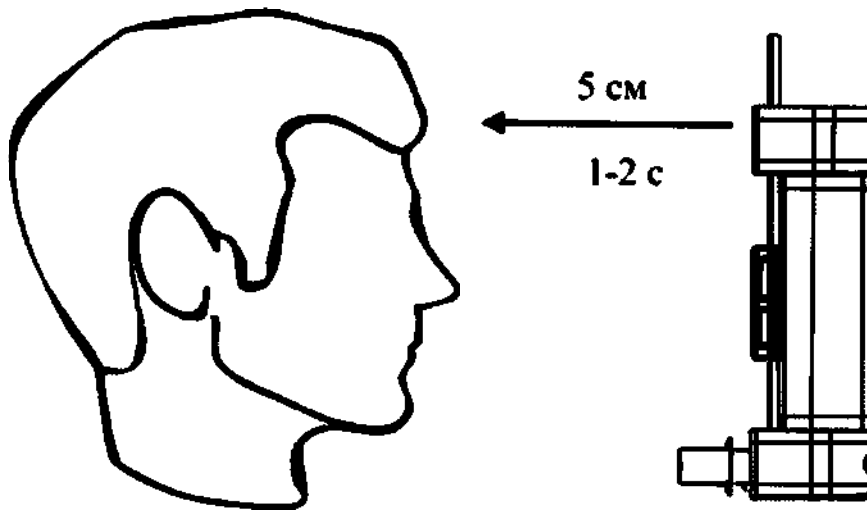

Рисунок 8 – Расположение СМК в режиме измерения температуры
3) Дождитесь звукового сигнала о начале измерения и наведите СМК на участок кожи, таким образом, чтобы тело полностью перекрывало область наведения датчика на расстояние от кожи не более чем на 5 см (рисунок 8). Примерно через 1-2с, одновременно со звуковым сигналом о завершении измерения, в приложении отобразится измеренная температура тела в виде «XX.X °C».